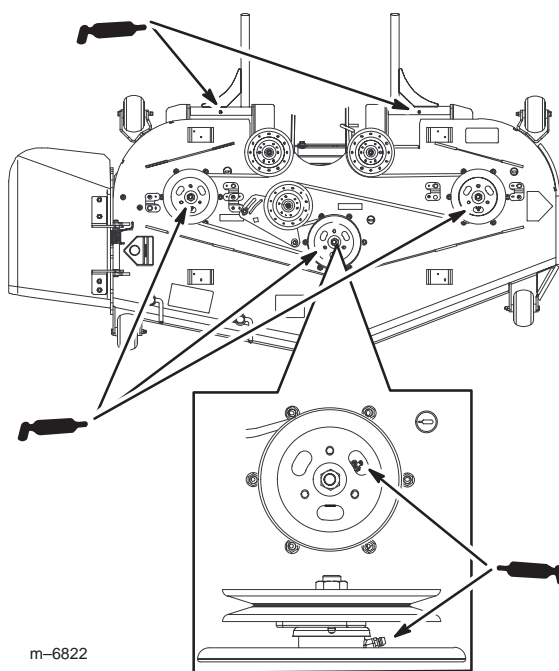

Figure 50
4. Lubrifiez les roulements des trois axes sous les poulies jusqu'à ce que la graisse sorte par les joints inférieurs (Fig. 50).
5. Lubrifiez les graisseurs des bras de poussée (Fig. 50).